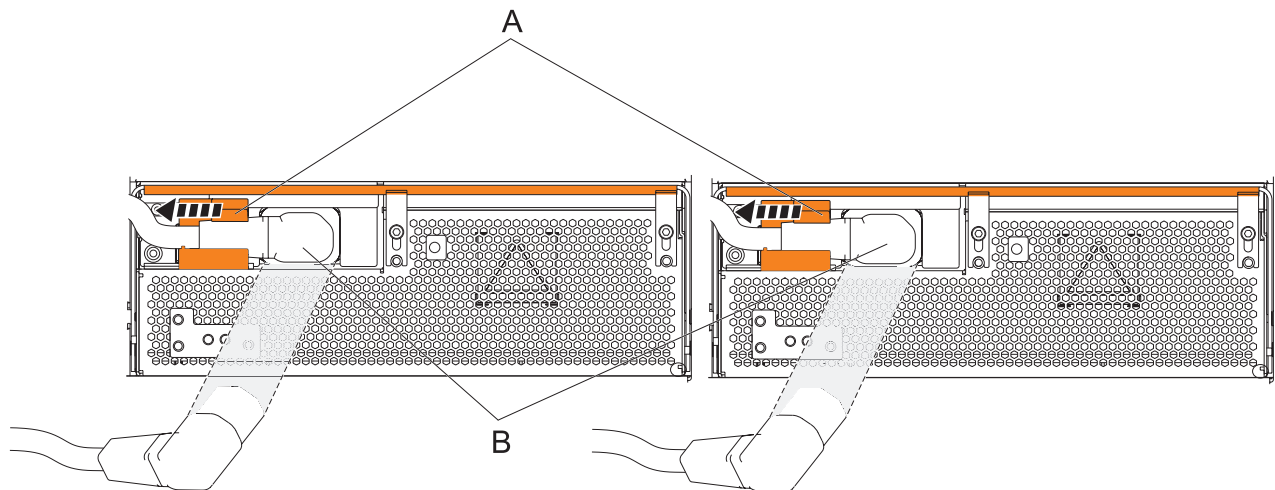

Figure 76. Débranchement des cordons d'alimentation des ensembles de conversion hors ligne
- a. Faites glisser vers la gauche les supports de cordon d'alimentation **(A)** situés A l'avant des deux ensembles de conversion hors ligne. Pour plus d'informations, voir figure 76, à la page 95.